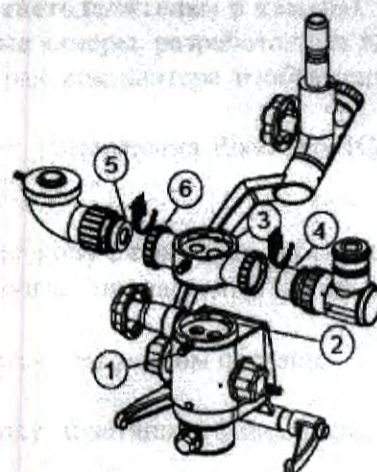

Рис. 28
10.9 Установка светоделиителя с адаптером для Sony Handy cam адаптер и адаптера для CCD камеры (рис. 28):